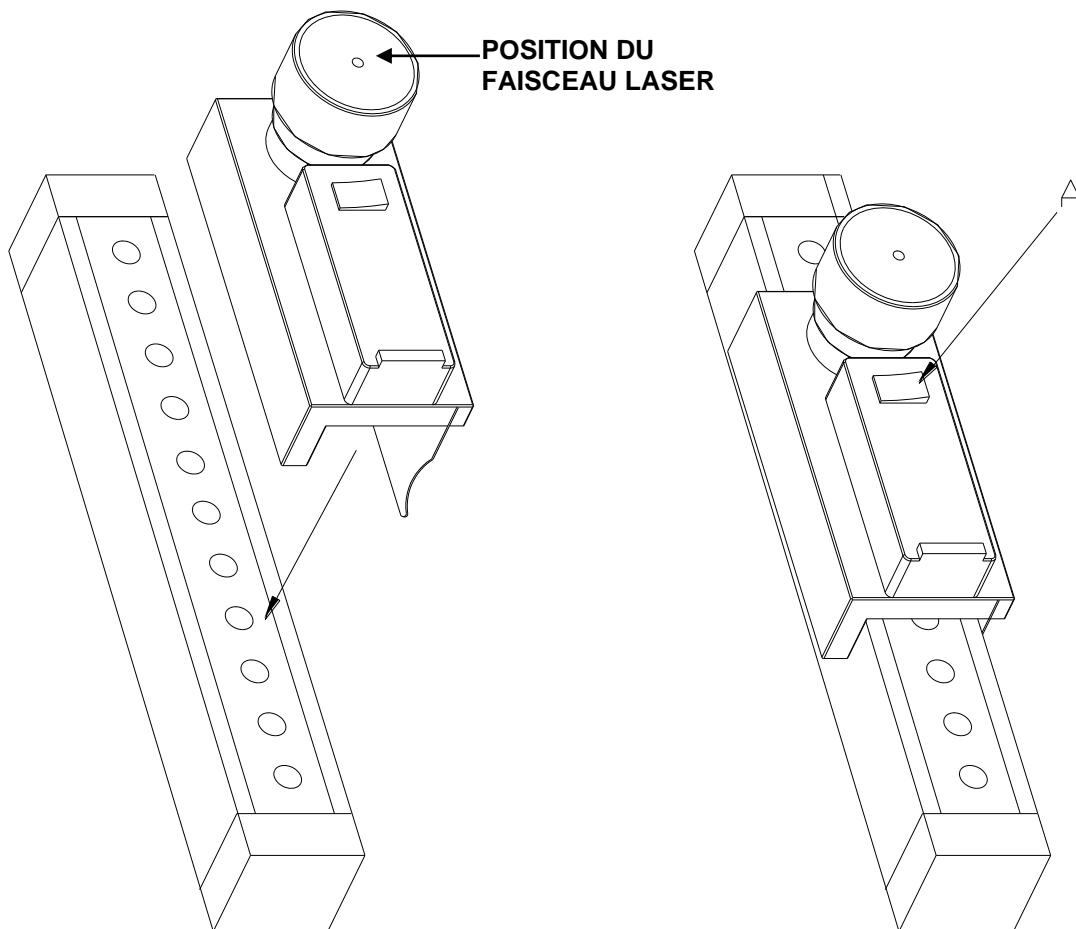

Figure 1
- Mettre le dispositif en marche au moyen de sa commande ON/OFF (fig.1 détail A).
→ Lorsque vous répétez le test, ne placez jamais le LAD2 à l'envers: le faisceau laser doit toujours être positionné comme indiqué sur la figure 1.